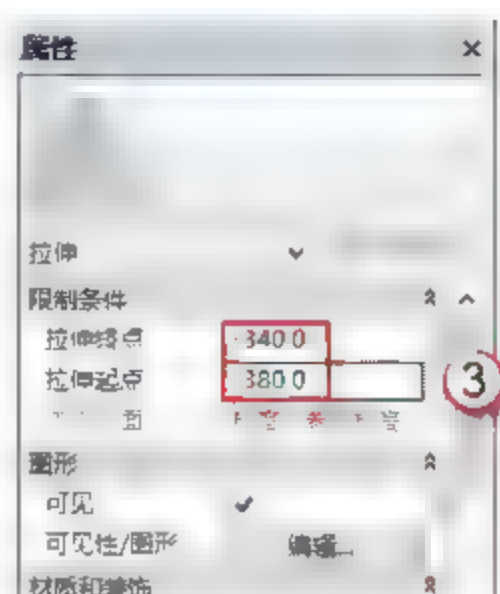

图 8.3.9 绘制支架 D
(10) 支架 D 是长度为 1350mm，宽度为 30mm，厚度为 40mm 的长方体。返回到“楼层平面-参照标高”平面，按快捷键 C+O 和 M+M 绘制参考线。选择“创建”→“拉伸”→“矩形框”命令，绘制图框，在“属性”面板中编辑“拉伸起点”和“拉伸终点”的数值（380，-340），然后单击√按钮，如图 8.3.9 所示。
(11) 编辑可见性并添加材质。首先，选中支架 D 图元，在“属性”面板中编辑“可见性/图形替换”选项，取消“平面/天花板平面视图”复选框的选择，单击“确定”按钮。